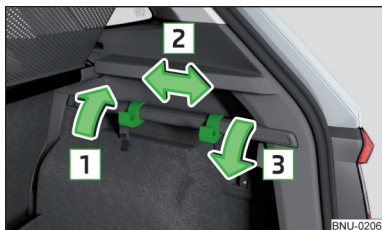

Fig. 135
- ▶ Plegar el gancho en la dirección de la flecha **1** hacia arriba y moverlo en la posición deseada en el sentido de la flecha **2** » fig. 135.